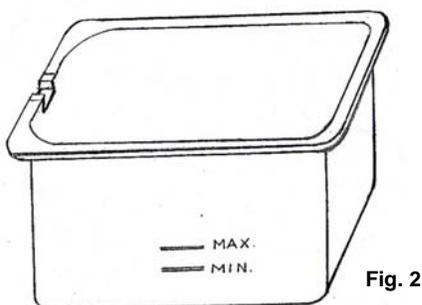

Fig. 2
- Le niveau d'huile doit toujours être maintenu entre les niveaux minimum de 3,75 litres et maximum de 4,5 litres indiqués dans le contenant d'huile (N° 3). Vérifiez le niveau d'huile avant chaque usage. Pour de meilleurs résultats, assurez-vous que le niveau d'huile est près de son niveau maximum de 4,5 litres. (Fig. 2)